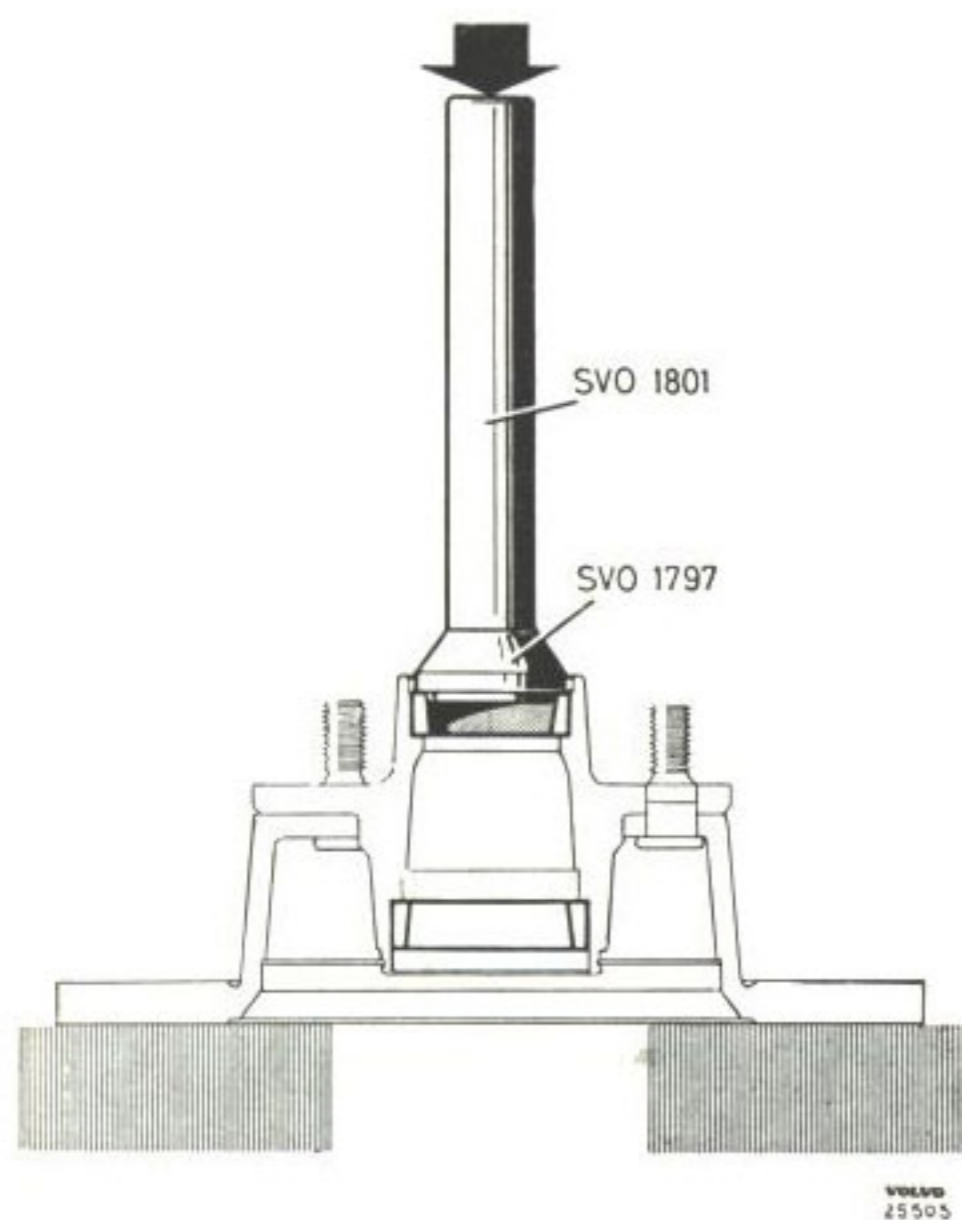

Bild 30. Montering av yttre lagerring.
6. Pressa i de nya lagerringarna. Förutom standardskaft SVO 1801 användes för inre lagrets ring dorn SVO 1798 (bild 29) och för yttre lagrets ring dorn SVO 1797 (bild 30).